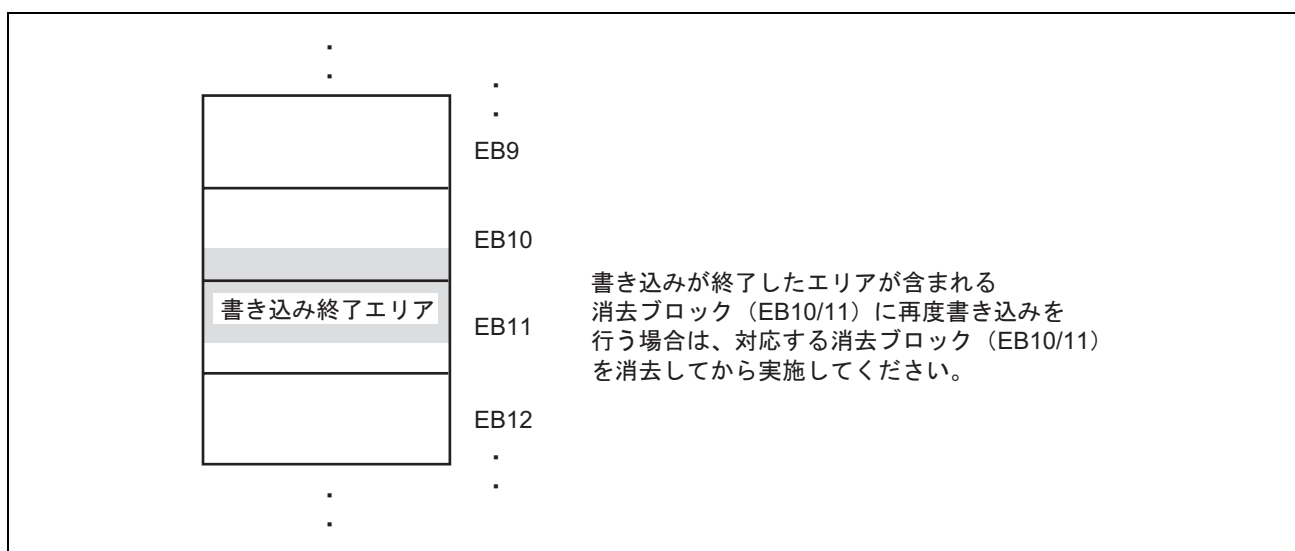

図 18.13 書き込みが終了したエリアが含まれる消去ブロック例
- いったん、書き込み終了処理を実行した、書き込み終了エリアが含まれる消去ブロック内に、再度書き込みを行う場合、対応する消去ブロックを消去してから実施してください。図18.13に書き込みが終了したエリアが含まれる消去ブロックの例を示します。